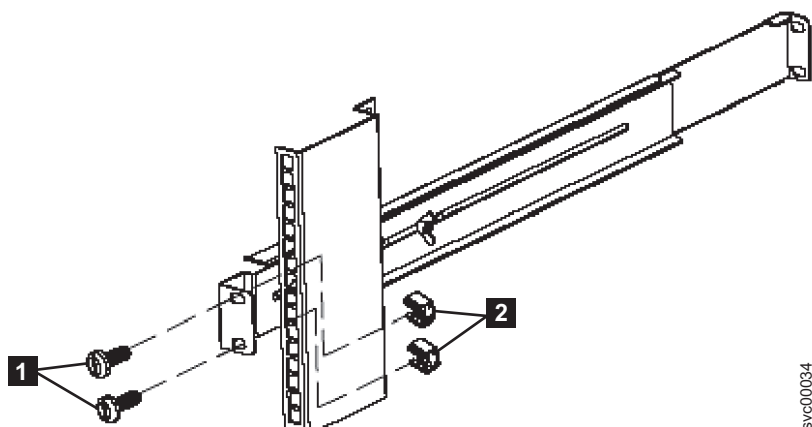

Figura 234. Removendo o trilho traseiro no 2145 UPS-1U
5. Remova os dois parafusos M6 × 10 da parte traseira do trilho (**1** em Figura 234 na página 282) e as duas porcas da presilha (**2**) .